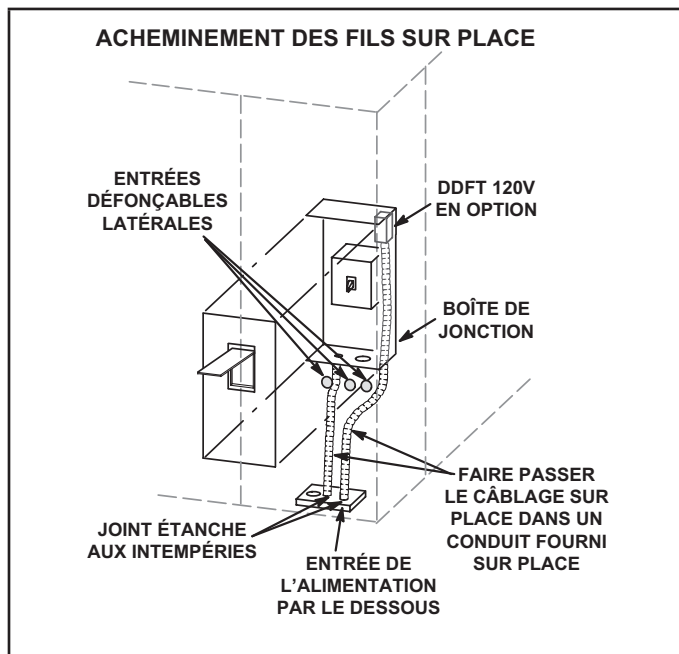

FIGURE 4
Acheminez le câblage sur place dans un conduit entre l'entrée de l'alimentation par le dessous et le sectionneur. Reportez-vous à la FIGURE 4. Cela ne remplace pas les codes locaux ou les autorités compétentes.
- 3 - Unités avec prise DDFT 120 V optionnelle - Acheminez et raccordez un câblage séparé de 120 V aux DDFT qui ne sont pas câblés en usine. Acheminez le câblage sur place dans un conduit entre le sectionneur d'alimentation inférieur et le DDFT. Reportez-vous à la FIGURE 4.